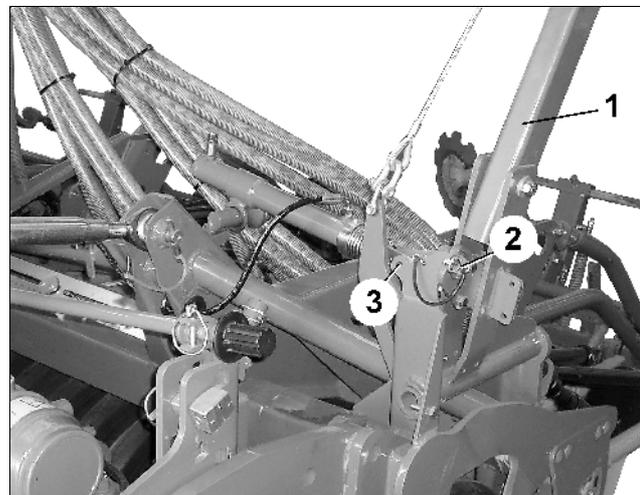

Fig. 98
- Spuranreißer-Ausleger (Fig. 98/1) festhalten und Klappstecker (Fig. 98/2) (erforderlich zum Transport) entfernen.
- Klappstecker bei Nichtgebrauch in der Lasche (Fig. 98/3) abstecken.
Nach Entfernen des Klappsteckers (Fig. 98/2) neigt sich der Spuranreißer-Ausleger leicht zur Seite.